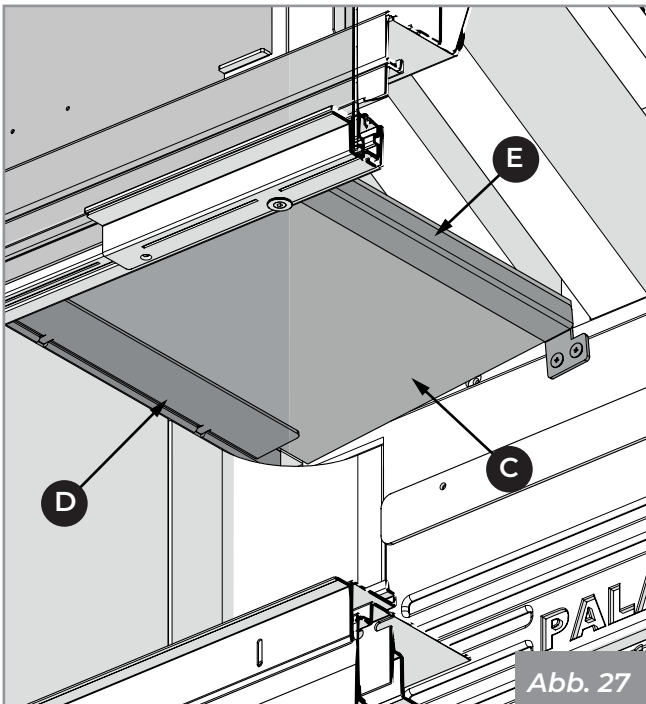

Abb. 27
- 2) Setzen Sie den unteren Deflektor (C) ein und positionieren Sie ihn auf den Halterungen (D und E) (Abb. 27).